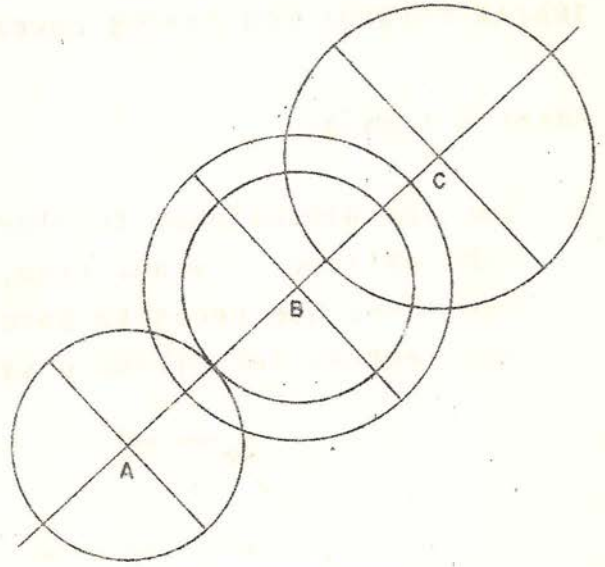

Fig. 20
- e) Por los puntos A, B y C trace líneas a 45° perpendiculares al eje longitudinal del cilindro. Estas líneas al cortar la circunferencia determinan los puntos de tangencia. Fig. 20